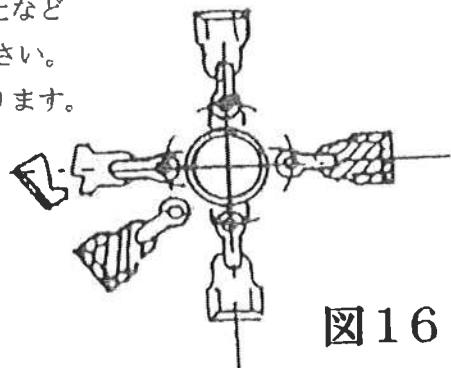

図16
- ・ ナイフの1つが破損し交換する場合には、破損した箇所と対角線にあるナイフも同時に交換することをお勧めします。(バランスを維持する理由から:図16参照)